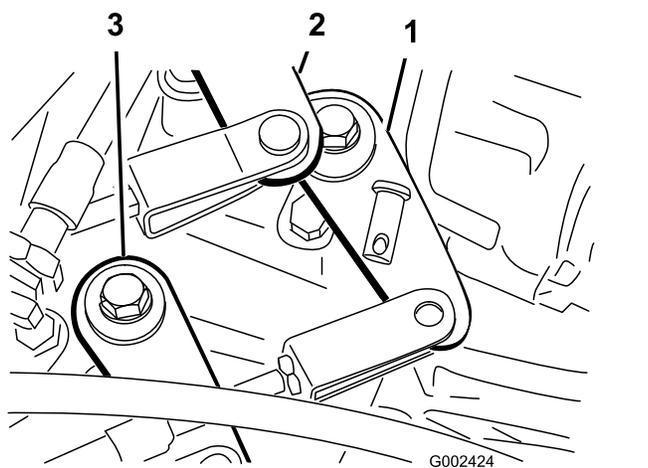

图53
2. 卸下将换档拉索固定到驱动桥换档臂的柱销图53。
1. 卸下将高至低档拉索固定到驱动桥的柱销图53。